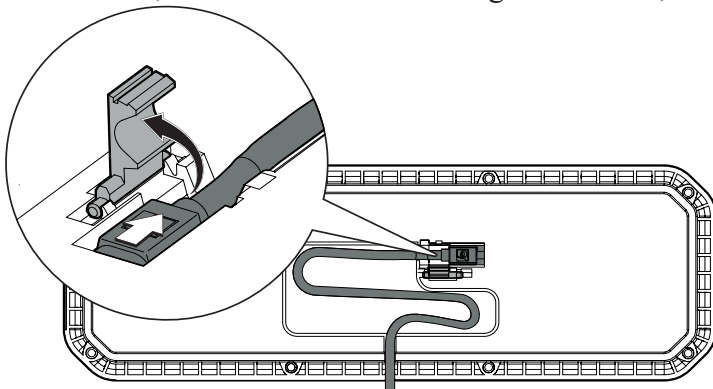

Abbildung 62. Trennen des Kontakts
1. Die Kontaktverriegelung aufklappen und den Stecker herausziehen. Siehe Abbildung 62.